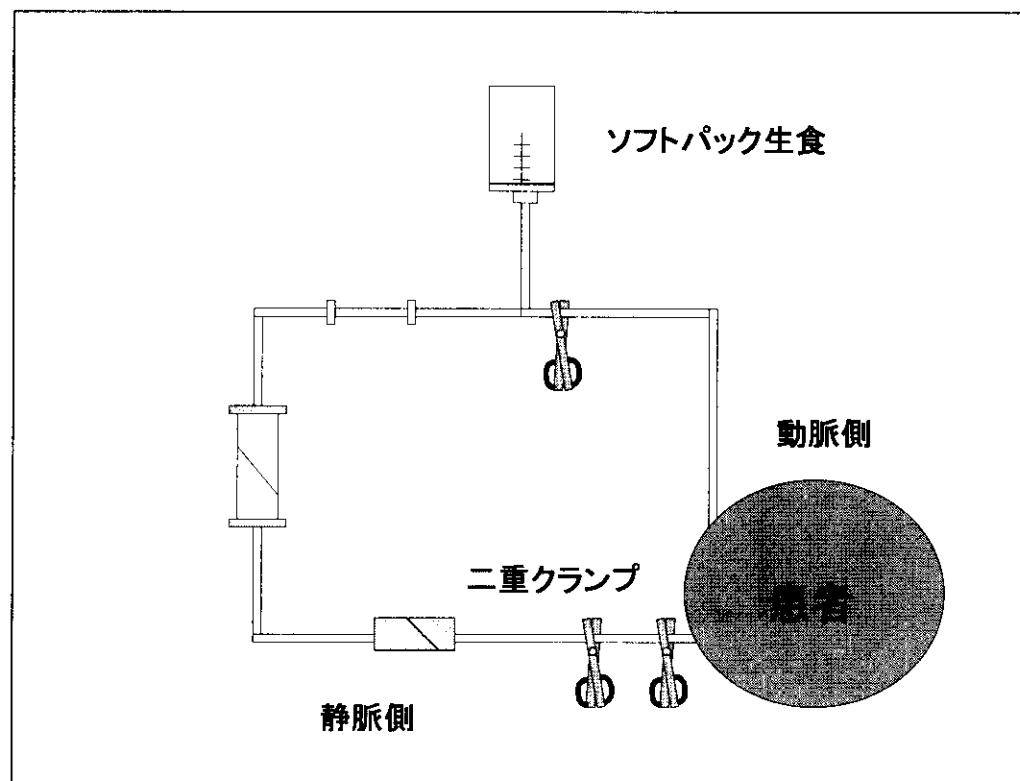

図14 生食の落差を利用した生食置換返血法⑦
- 返血操作が終了した時点で静脈側エアートラップ以降の血液回路を 2箇所以上鉗子でクランプし、止血の準備をした後に動・静脈穿刺針を抜去する（図 14）。